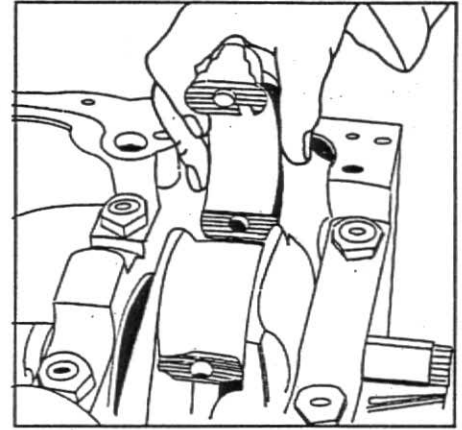

Fig. 19
8. Monte a capa na biela correspondente ao cilindro e fixe-a com torque de 95 - 111 Nm (9,5-11,1 kgfm) (70-82 lbf.ft). Gire manualmente a árvore de manivelas ao montar cada biela. Caso haja dificuldade no giro, verifique todos os torques aplicados na fixação das bielas, fig.19.